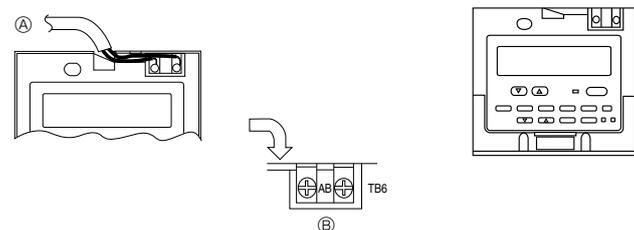

Fig. 7-8
2) Операции соединения (Fig. 7-8)
- ① Подсоедините шнур пульта дистанционного управления к блоку терминалов.